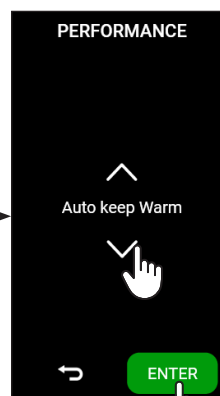

fig.11
- Selecionar o modo de desempenho pretendido (para mais informações sobre cada modo, ver o par. 4.9.1.c) (fig.11);